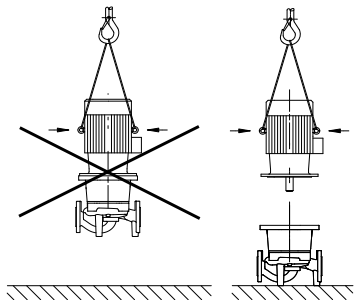

Fig. 16: Fixar o motor
- Os olhais de transporte no motor só servem para o transporte do mesmo e não para toda a bomba (Fig 16).